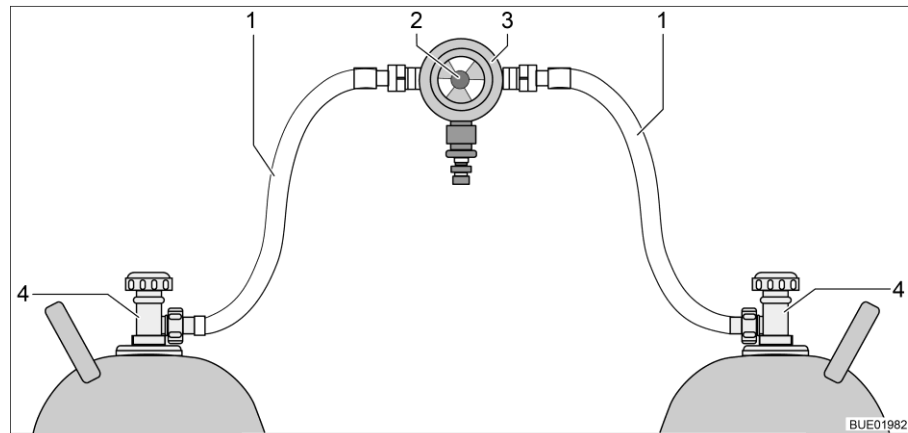
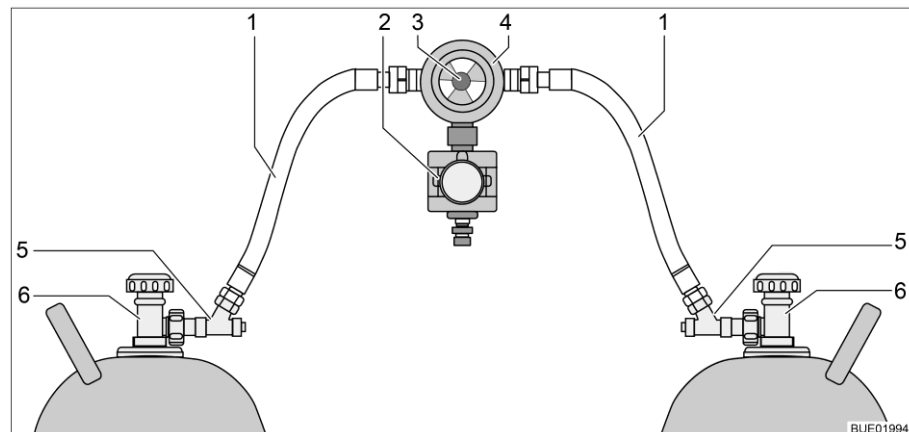

Bild 102 Omkopplingsenhet för gasflaskor
Bild 103 Omkopplingsenhet för gasflaskor med CPU
Omkopplingsenheten för gasflaskorna består av en kombinerad gastrycksregulator med omkopplingsventil och visning (Bild 102,3). Omkopplingsenheten för gasflaskor är monterad mellan de två gaslangarna (Bild 102,1).
Omkopplingsenheten för gasflaskorna består av en kombinerad gastrycksregulator med omkopplingsventil och visning (Bild 103,4) och en elektroventil (Bild 103,2). Elektroventilen spärrar vid kraftig bromsning, olycksfall eller kraftig lutning, av gastillförseln till fordonet. Omkopplingsenheten för gasflaskor är monterad mellan de två gaslangarna (Bild 103,1) med slangbrottssäkringar (Bild 103,5).
Med vredet (Bild 102,2 resp. Bild 103,3) på omkopplingsenheten, ställer du in vilken av gasflaskorna som ska användas som driftflaska och vilken gasflaska ska användas som reservflaska.
Med kontrollenheten (Bild 104) kan endast de elektriska funktionerna styras. Gasflaskornas huvudavstängningsventiler (Bild 102,4 resp. Bild 103,6) måste öppnas eller stängas för hand.
- Öppna huvudavstängningsventilerna på gasflaskorna (Bild 102,4 resp. Bild 103,6).
- Tryck in slangbrottssäkringarna (Bild 103,5) i 10 sekunder, efter varandra.
- Välj med vredet (Bild 102,2 resp. Bild 103,3) på omkopplingsenheten, gasflaskan som ska prioriteras (driftflaska). Vrid alltid vredet till stoppläget.
- Stäng huvudavstängningsventilerna på gasflaskorna (Bild 102,4 resp. Bild 103,6).